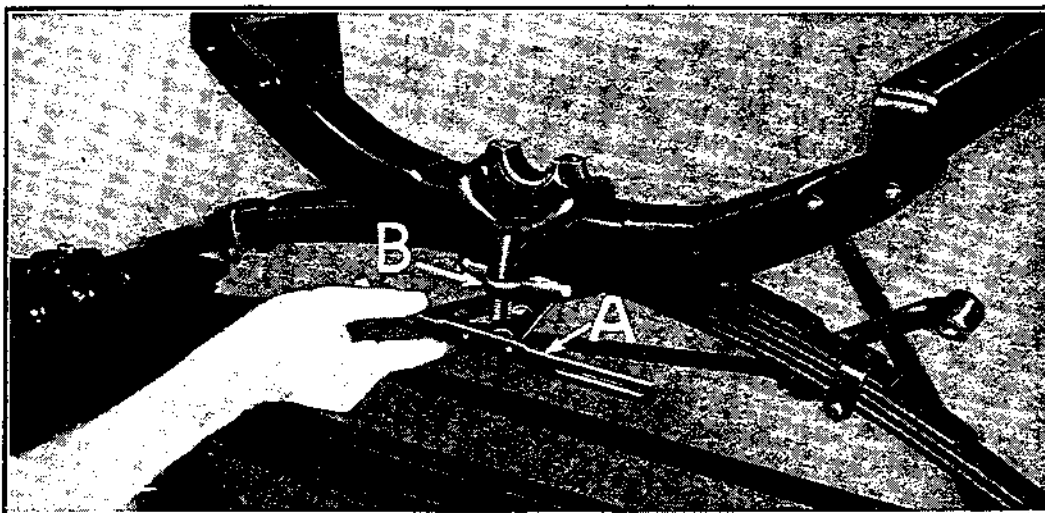

Fig. 59
- e) Enlever le palier avant du vilebrequin en dévissant les deux écrous du palier et de l'étrier du ressort, en enlevant la plaque de police (voir A, fig. 59) et la plaque de serrage B du ressort.